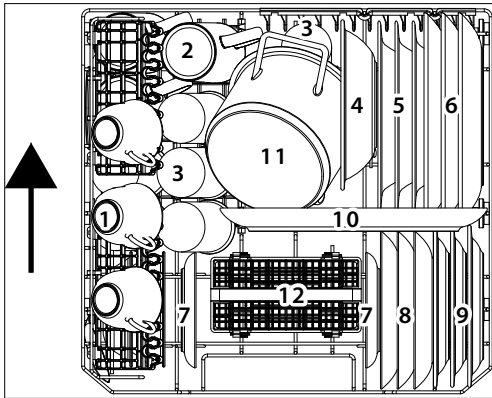

Fig. 15: con soporte para tazas bajado
- ▶ Cargue la cesta para vajilla (9) según se muestra en el ejemplo (véase **fig. 15/16**). La flecha indica la dirección de inserción. Las piezas de la vajilla deberían colocarse en los lugares previstos para obtener el mejor resultado de limpieza.